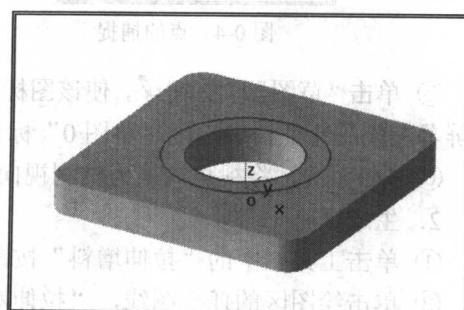

图 0-11 绘制草图
② 单击工具栏中的“圆”按钮 \oplus ，拾取坐标原点为圆心，按 Enter 键，在数据输入框中键入 25、按 Enter 键，键入 35、按 Enter 键，在绘图区出现 R25 和 R35 的两个圆，单击右键结束命令，绘制结果如图 0-11 所示。